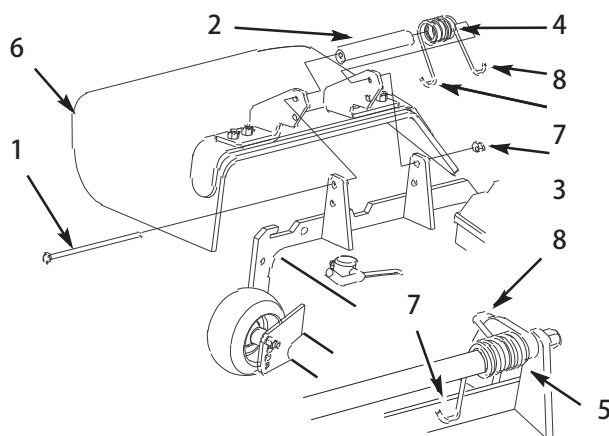

図 1
1. デフレクタのブラケットの間にスペーサとスプリングを入れる (図1)。スプリングの左側のフックを デッキのエッジに引っ掛ける。
2. ボルトとナットを取り付ける。スプリングの右側の J フックの端を、デフレクタに引っ掛ける (図1)。